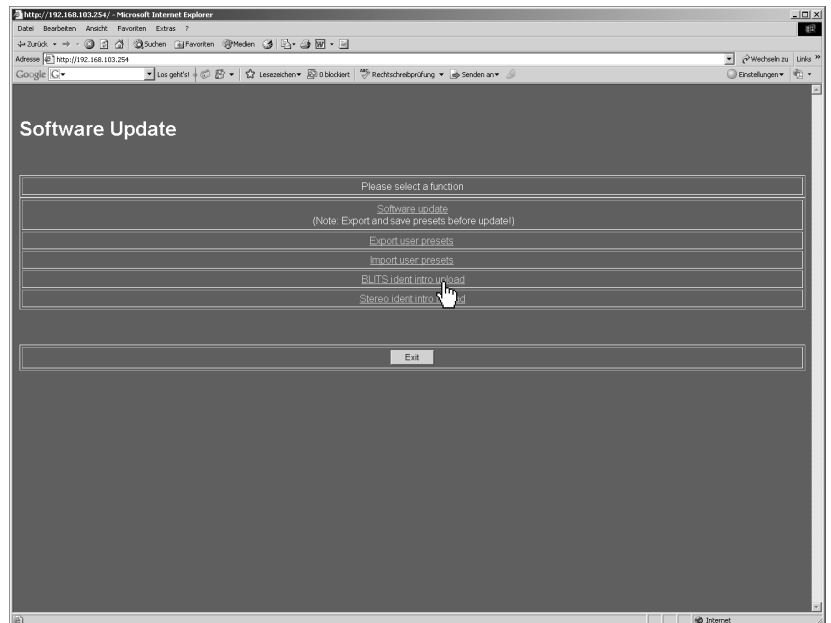
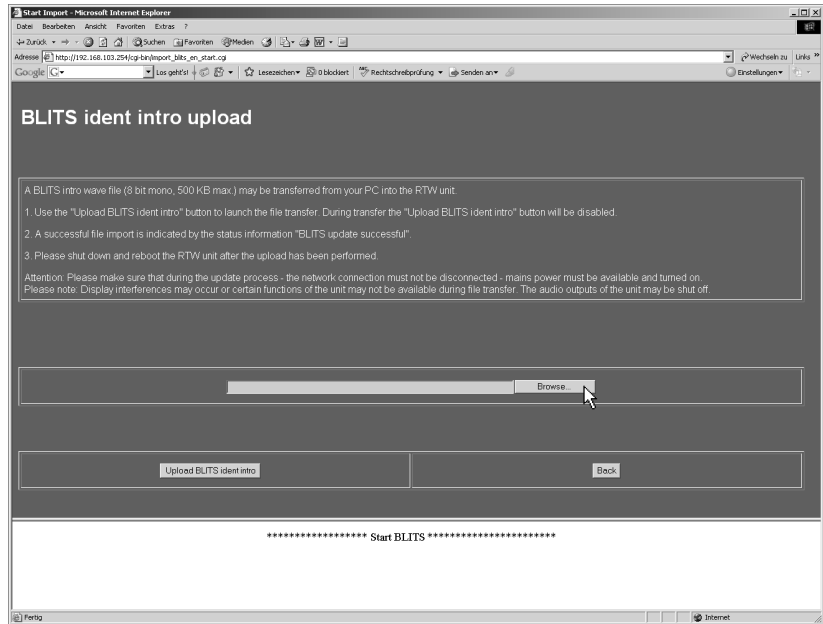
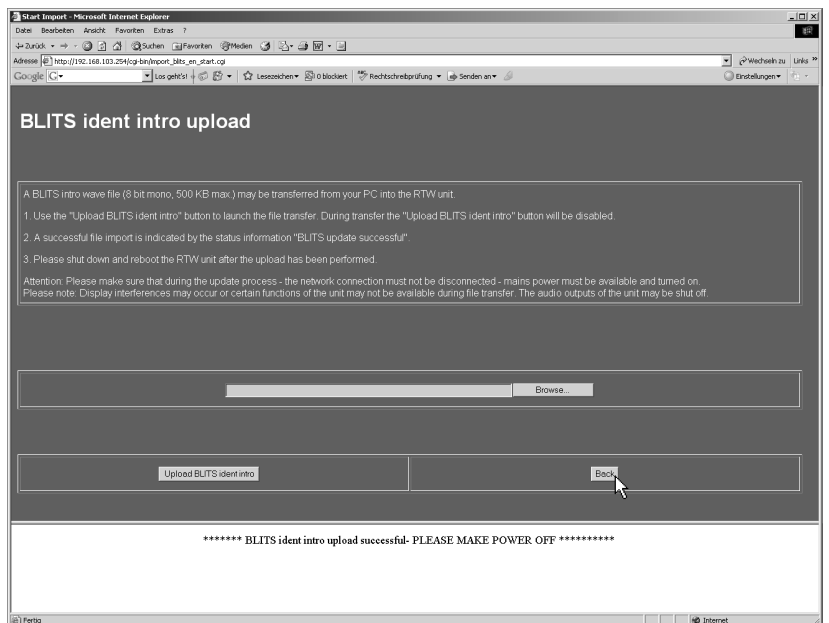

Bild 8-27: Anzeige des Software-Update-Programms in einem Internet-Browser
Bild 8-28: Anzeige der „BLITS ident intro upload“-Seite („Durchsuchen“)
Bild 8-31: Ende des Hochladens der Intro-Datei
2. Im Browser-Fenster erscheint das Software-Update-Programm des SurroundControl (siehe Bild 8-27). Wählen Sie „BLITS ident intro upload“. **Beachten Sie bitte die Hinweise auf der „BLITS ident intro upload“-Seite** (siehe Bild 8-28).
3. Klicken Sie auf die Schaltfläche „Durchsuchen“ (siehe Bild 8-28).
- Wenn die Meldung „BLITS ident intro upload successful - PLEASE MAKE POWER OFF“ erscheint, ist das Hochladen der Intro-Datei abgeschlossen (siehe Bild 8-31). Zur Aktivierung des Intros für die BLITS- bzw. Surround-Kanalidentifikation ist ein Neustart des SurroundControl erforderlich.
7. Klicken Sie auf die Schaltfläche „Back“ (siehe Bild 8-31), um auf die Startseite (siehe Bild 8-27) zurück zu kehren, und klicken Sie auf „Finish“, um das Update-Programm zu verlassen.